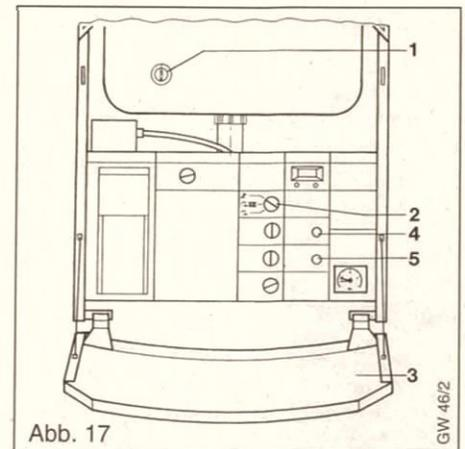

Abb. 17
Der Entstörknopf (4) befindet sich auf der Front des Schaltkastens unterhalb des Displays (Abb. 17).
Legende zu Abb. 17: